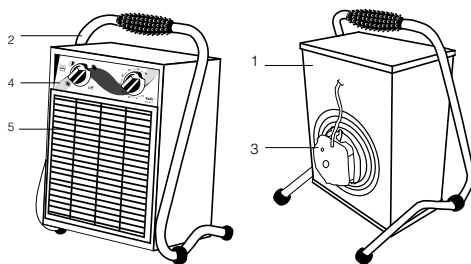

Рис. 1. Теплоventилатор
Несущая конструкция теплоventилатора (см. рис. 1) состоит из корпуса (1) и подставки-ручки (2). Вентилятор (3) расположен в задней части теплоventилатора. Блок управления расположен в верхней части корпуса под крышкой. Органы управления вынесены на переднюю панель (4). Внутри корпуса расположены трубчатые электронные нагревательные элементы, закрытые с лицевой стороны теплоventилатора решеткой (5).